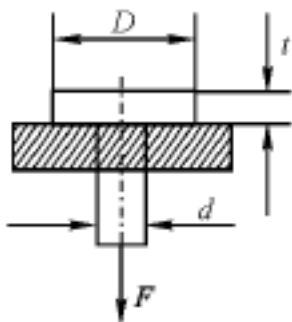

图 3.1
2. 如图 3.1 所示螺栓的剪切应力为(), 挤压应力为(), 拉伸应力是()。